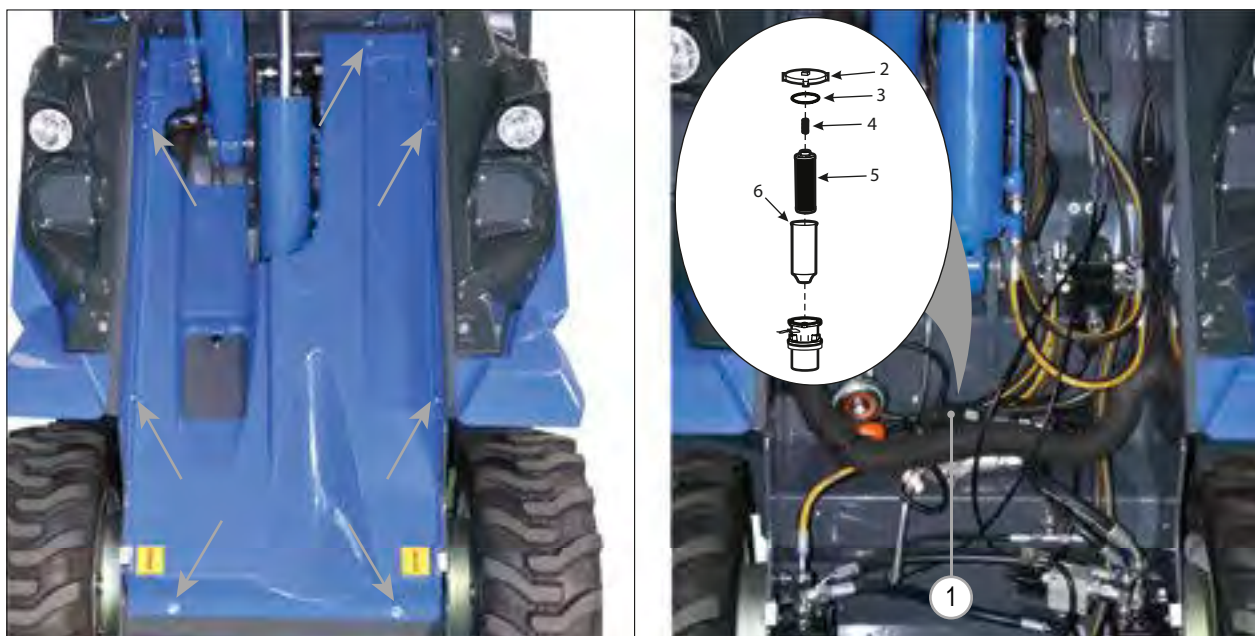

FIG. 40
- 3) Fjern frontpanelet ved at løsne de skruer, der fastgør det til rammen (Se FIG. 40).
- 4) Fjern filterets dæksel ved at dreje dækslet. Det kan være nødvendigt, at bruge en skruenøgle til at løsne dækslet med (FIG. 40 - Ref. 1).
- 5) Fjern fjederen (FIG. 40 - Ref. 4), og filterelementet (FIG. 40 - Ref. 5) fra plastikholderen (FIG. 40 - Ref. 6).
- 7) Installer fjederen igen og tjek filterdækslets O-ring for tegn på slid eller skader. Denne O-ring er placeret i en rille på toppen af selve filterhuset (FIG. 40 - Ref. 3). Udskift O-ring i tilfælde af slid eller skader.
- 8) Sæt filterets dæksel på igen (FIG. 40 - Ref. 2) og fastgør det.